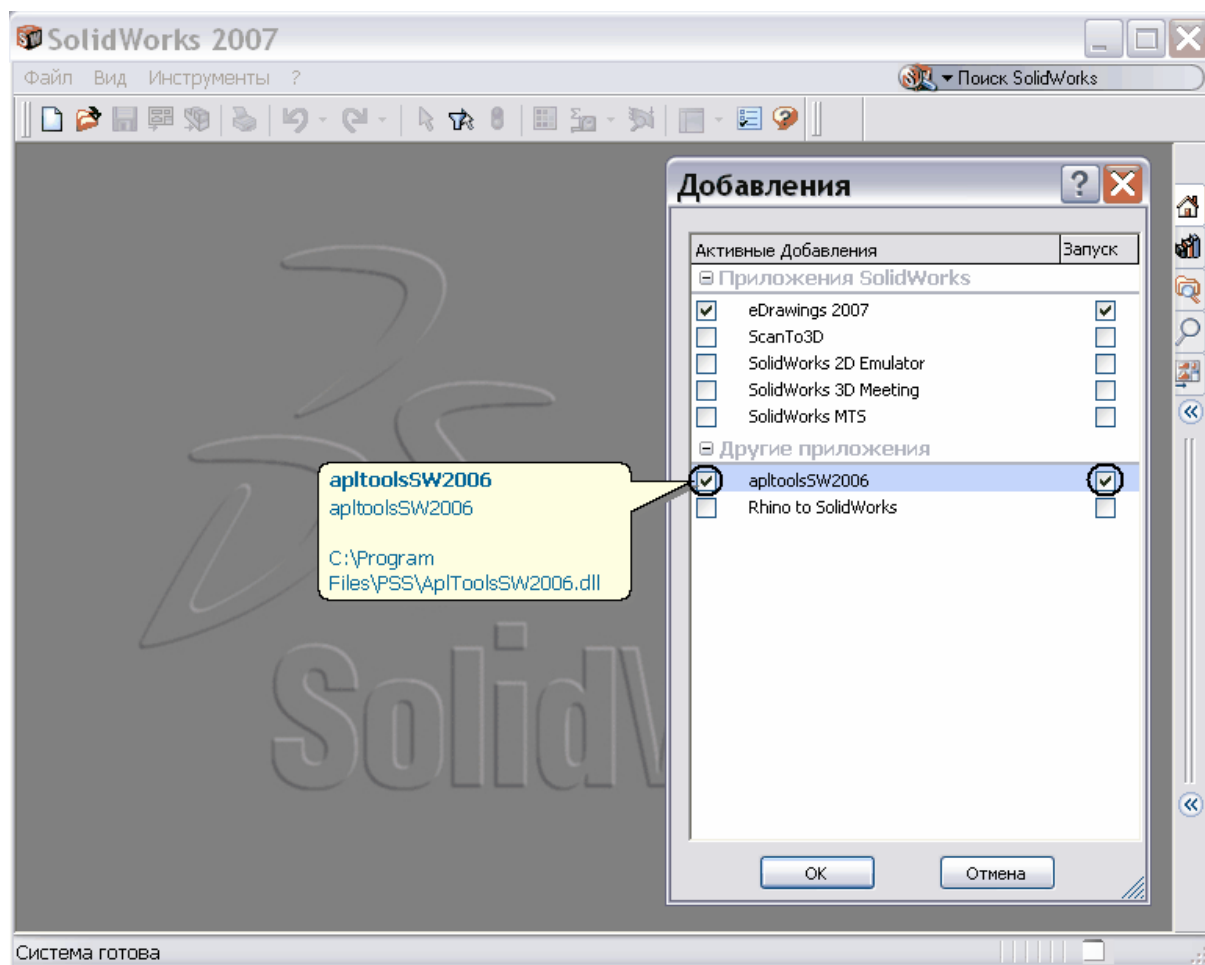

Рис. 3
4. В появившемся диалоговом окне **Добавления** установите галочки напротив пункта «apertoolsSW2006» (Рис. 3). При установке галочки только в столбце **Активные Добавления** модуль интеграции запускается в текущем сеансе работы SolidWorks. При дополнительно установленной галочке в столбце **Запуск** модуль интеграции будет запускаться автоматически при запуске SolidWorks.